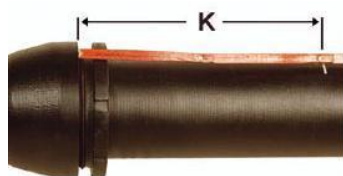

Figure 1
5. Appliquer une marque de contrôle sur le corps du tube à une distance prédéterminée (K) du manchon pour la surveillance d'un mouvement éventuel en direction axiale. (voir fig. 1) Après le montage, la distance ne doit pas être supérieure (K).